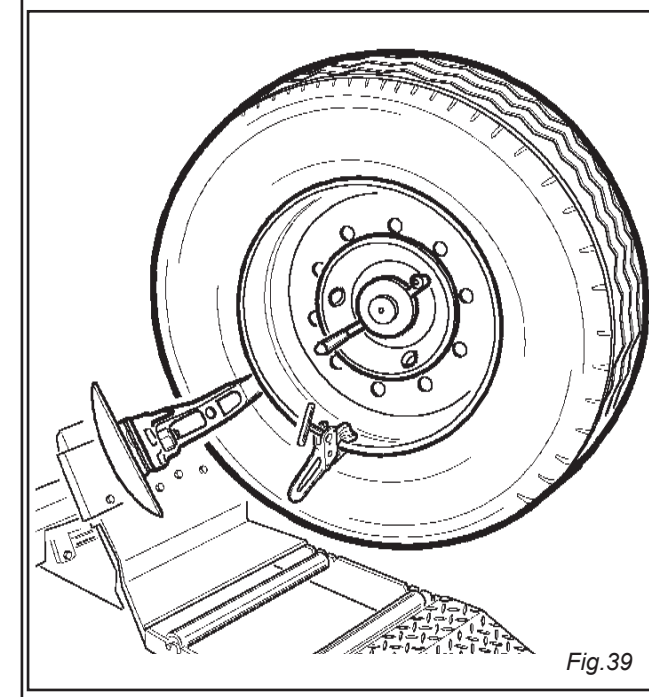

Fig.39
23) Im Uhrzeigersinn verdrehen, bis die Montage des Reifens vollendet ist. (vgl. Abb. 39).